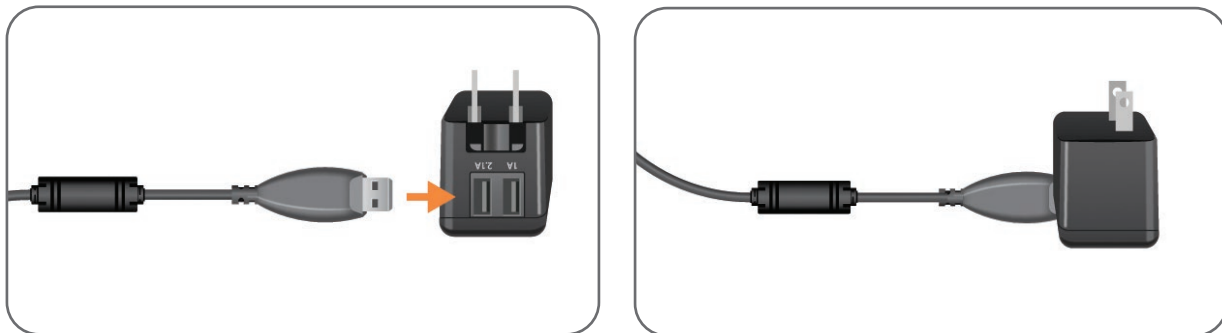

Abbildung 4-6: Anschluss des USB-Ladekabels an das AC-Netzteil
2. Verbinden Sie den USB-Anschluss des magnetischen Ladekabels mit einem der beiden verfügbaren USB-Anschlüsse des AC-Netzteils. Siehe Abbildung 4-6.